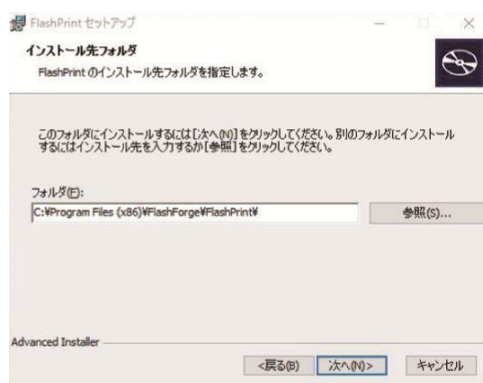

図 6-4
- ④ (図 6-4) インストール先フォルダを選択して [次へ]をクリックします